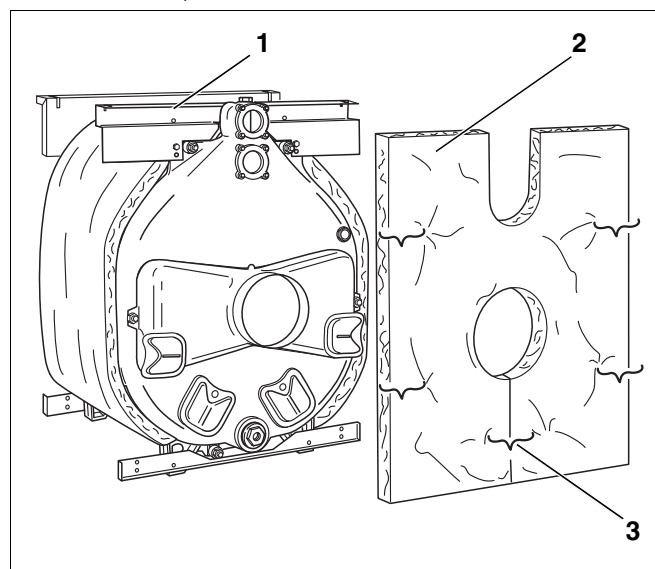

Fig. 33 Montaggio – Isolamento termico elemento posteriore
- ▶ Spingere l'isolamento termico dell'elemento posteriore (fig. 33, [2]) sul tronchetto fumi. Durante questa operazione il ritaglio per la mandata e per il ritorno caldaia deve essere rivolto verso l'alto.
- ▶ Agganciare l'isolamento termico dell'elemento posteriore, con due molle di tensione, alla traversa posteriore superiore (fig. 33, [1]).
- ▶ Chiudere la fessura al disotto del collettore fumi con molle di tensione (fig. 33, [3]).
- ▶ Staccare le molle di tensione al disotto del tronchetto di scarico fumi (ev. a riguardo fig. 33 a pag. 25).